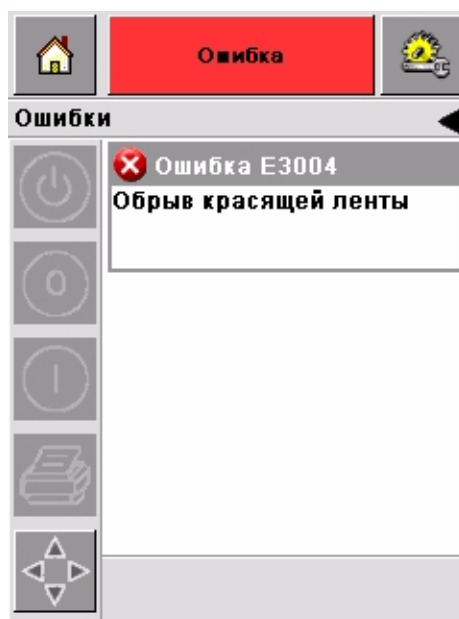

Рисунок 5-2: Выбор неисправности
- 1 Для просмотра перечня неисправностей, нажмите сообщение красного цвета "НЕИСПРАВНОСТЬ" (Рисунок 5-2 на странице 5-3).